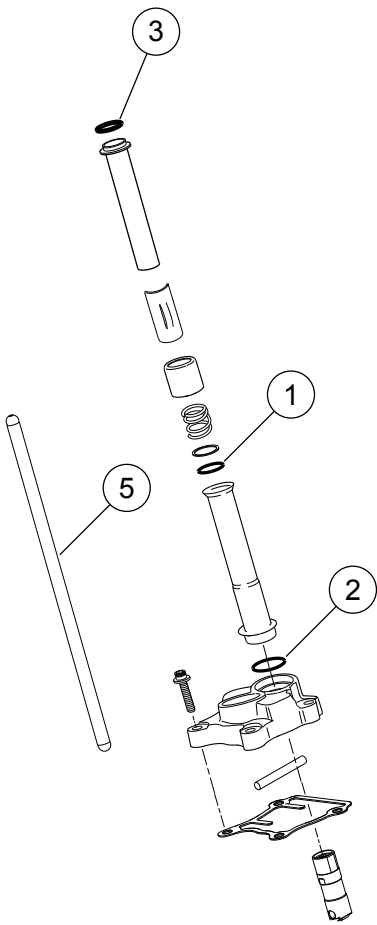
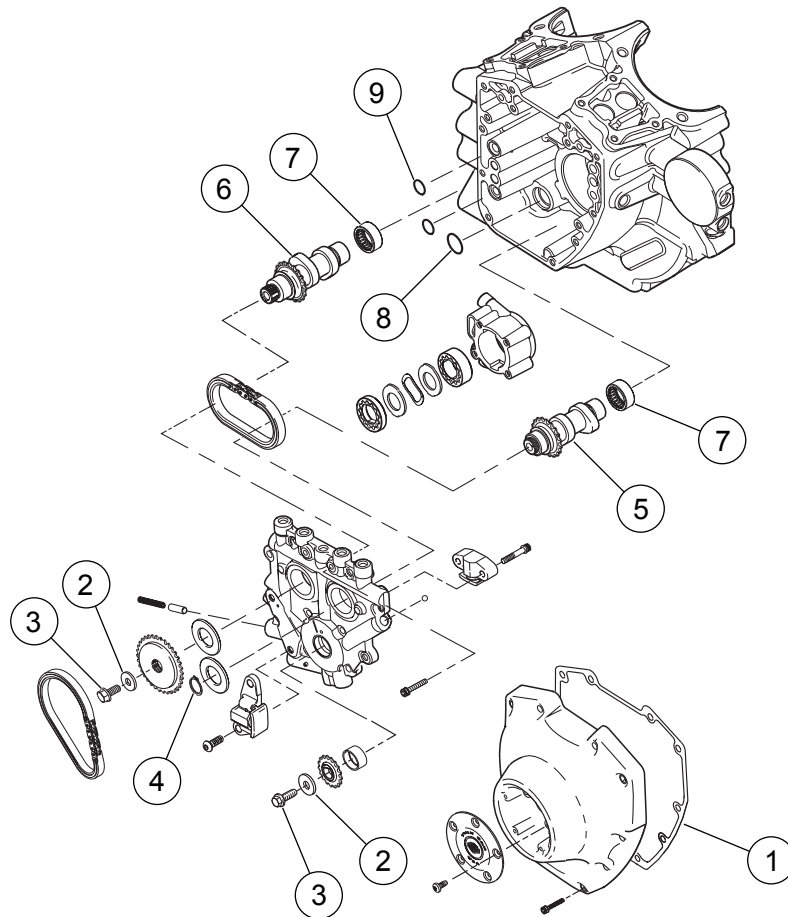

Figure 1. Pièces de rechange : Kit Stage 2 Screamin' Eagle Pro TC 103 (1 690 cm³)
Figure 2. Pièces de rechange : Kit de mise à niveau Stage 2 Screamin' Eagle Pro TC 110 (1 800 cm³)
Voir Figure 1 à Figure 2 et Tableau 1 à Tableau 2.
1. Voir Figure 2. Inspecter les roulements à aiguilles d'arbre à cames (7) et les remplacer si nécessaire.